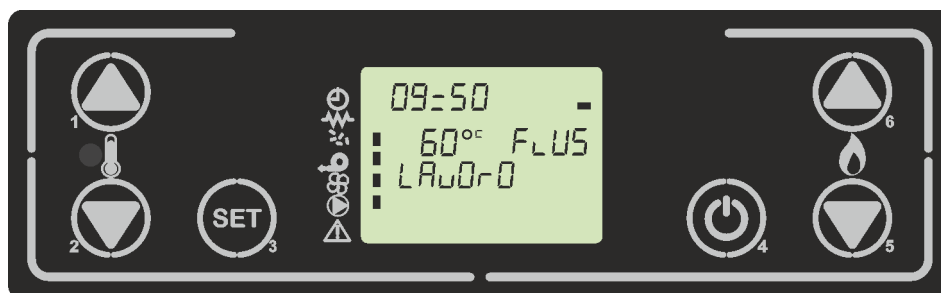

figura 20
N.B Se tuttavia è presente il flussostato ed il contatto è chiuso (sul display al posto della potenza compare la scritta FLUSS si accende un segmento orizzontale sopra di essa) la stufa non va in modulazione, ma si porta a regime massimo per garantire la temperatura dell'acqua sanitaria. *Figura 20*